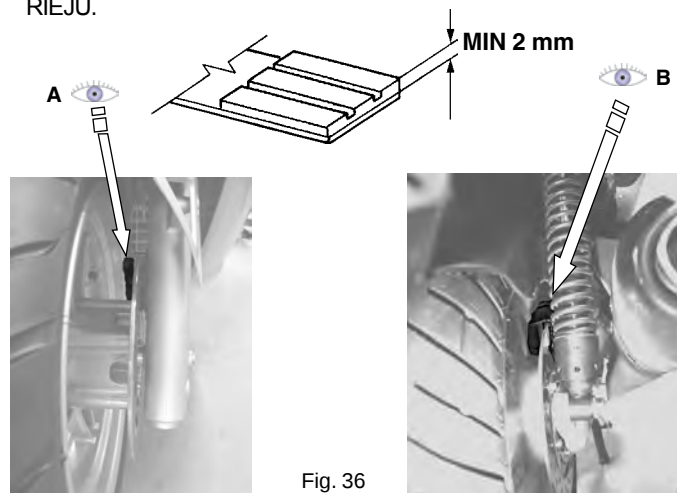

Fig. 36
- L'épaisseur minimum du ferodo® des plaquettes des freins ne devra pas être inférieure à 2 mm (Fig. 36). Effectuer un contrôle visuel de l'épaisseur des plaquettes des freins comme indiqué par les repères A/B (Fig. 36).